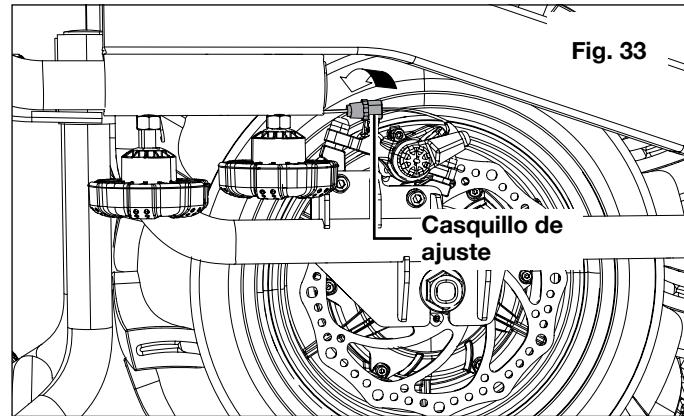

Fig. 33
6. Afloje el casquillo de ajuste ubicado cerca de la rueda de terreno girándolo en sentido antihorario (Fig. 33).